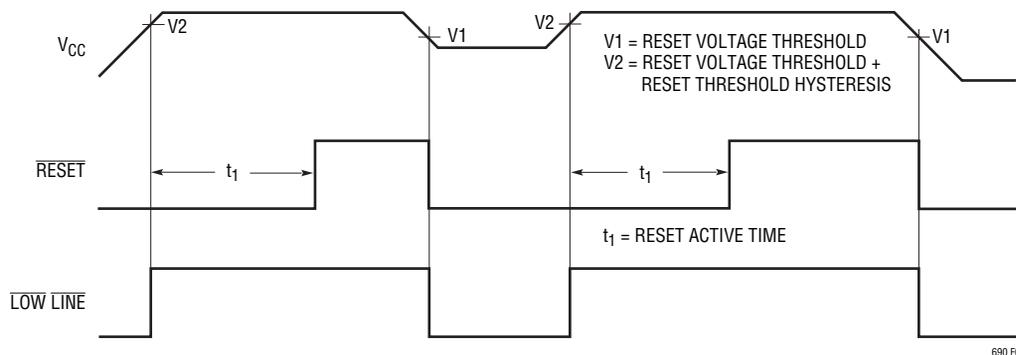

図1. リセット・アクティブ時間
**LOW LINE:** コンパレータC1からのロジック出力。LOW LINEは、VCC入力が増えすぎた状態になっていることを示します。VCCがリセット電圧スレッシュホールド(標準で4.65V)よりも低下すると、LOW LINEは“L”になります。VCCがリセット電圧スレッシュホールドよりも上昇すると、LOW LINEは直ちに“H”に戻ります(図1参照)。VCCがVBATTよりも低下すると、LOW LINEは“L”になります(表1参照)。
LTC690ファミリは、バンドギャップ電圧リファレンスと高精度電圧コンパレータC1を用いて、VCCの5V電源入力をモニタします(ブロック図参照)。VCCがリセット電圧スレッシュホールドよりも低下すると、 $\overline{\text{RESET}}$ 出力がアクティブ“L”状態になります。リセット電圧スレッシュホールドはVCCの5%の変化に相当するので、VCCが4.75V(標準で4.65V)よりも低下すると、 $\overline{\text{RESET}}$ はアクティブ“L”となります。パワーアップ時、電源とマイクロプロセッサが安定できるように、 $\overline{\text{RESET}}$ 信号は、VCCがリセット電圧スレッシュホールドに達した後LTC690/LTC691で最低35ms(LTC694/LTC695で140ms)の間アクティブ“L”に保持されます。LTC691/LTC695のリセット・アクティブ時間は調節可能です。パワーダウン時には、VCCが1Vまで低下しても $\overline{\text{RESET}}$ 信号はアクティブ“L”に維持されます。この機能により、マイクロプロセッサを安定したシャットダウン状態に保つことができます。 $\overline{\text{RESET}}$ 信号のタイミング図を図1に示します。